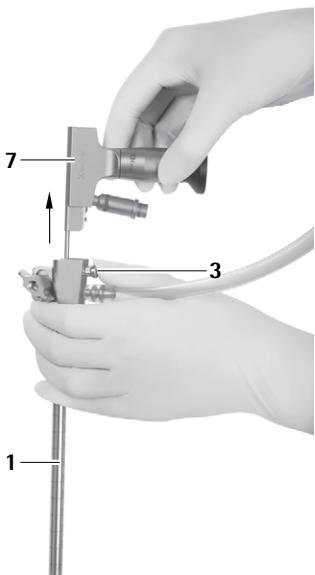

Fig. 11
- ▶ Premere il pulsante di rilascio 3 ed estrarre l'endoscopio 5 dal trocar MINOP 1, vedere Fig. 11.